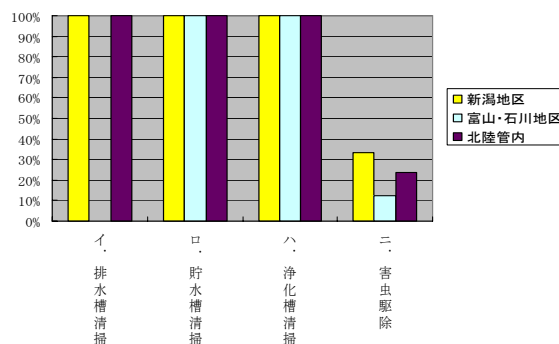

図5：衛生関係清掃等実施率
- ・貯水槽や浄化槽の清掃は行われていたが、害虫駆除の実施は不十分だった。（図5より）